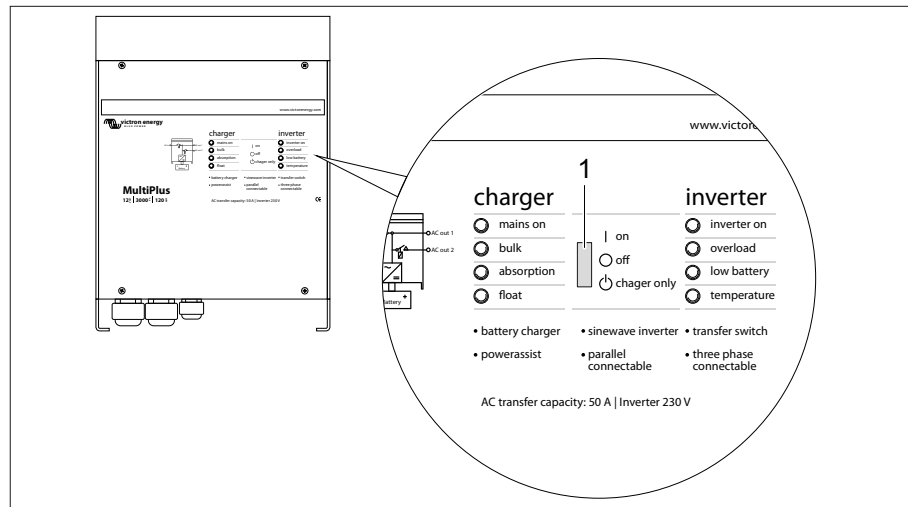

Fig. 258 Onduleur MultiPlus
Pour le fonctionnement correct du panneau Digital Multi Control, l'interrupteur basculant sur l'onduleur MultiPlus (Fig. 258,1) doit se trouver sur "on".
Positions de l'interrupteur basculant (Fig. 258,1)
- ▷ Si aucun raccordement 230 V n'est établi et que le véhicule n'est plus utilisé, l'interrupteur basculant (Fig. 258, 1) doit se trouver sur "off". Sinon, il est possible que les batteries soient déchargées au plus tard après 3-4 jours.